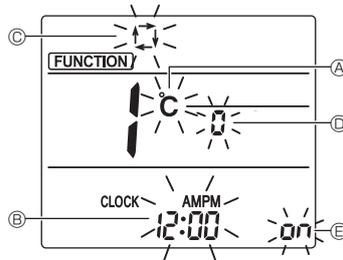

Fig. 6-6
3. Compruebe que se muestra la función N.º "1", y luego pulse el botón **SET** ③. Se visualizará la pantalla de configuración de la visualización de Pantalla. (Fig. 6-6)
6.8.2. Cambiar la unidad de temperatura (Fig. 6-6 Ⓐ)
6.8.3. Cambiar la visualización de la hora (Fig. 6-6 Ⓑ)
6.8.4. Cambiar el modo AUTO (Fig. 6-6 Ⓒ)
6.8.5. Cambiar el N.º de par (Fig. 6-6 Ⓓ)